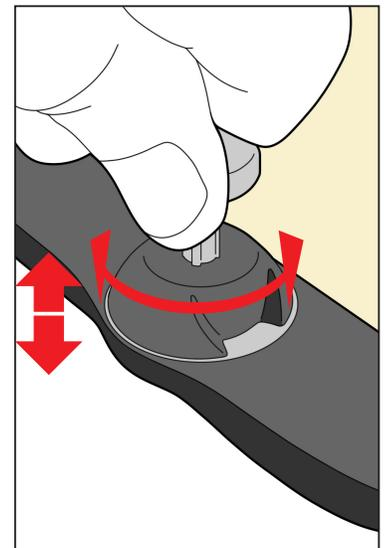

Fig. 7
1. Gire cada pasador de la mascarilla de termoplástico anterior hasta la altura de suplemento deseada; se recomiendan 2 mm (las marcas están separadas por incrementos de 0,5 mm) (Fig. 7).